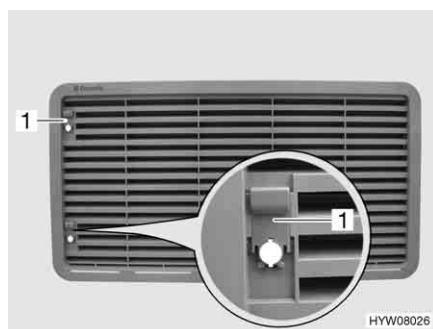

Fig. 89 Griglia di aerazione del frigorifero (con cursore)
- Spingere il cursore (Fig. 89,1) verso l'alto.